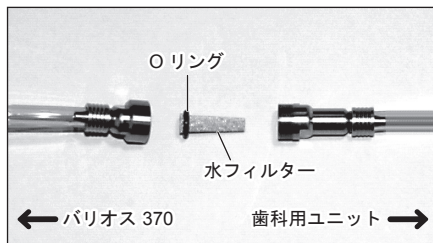

図 22
- 3) ケース付水フィルターが外れると、中から水フィルターが出てきます。同じ向きで新しい水フィルター(別売品)に交換して、取り外しと逆の手順で組み付けてください。(図 22)